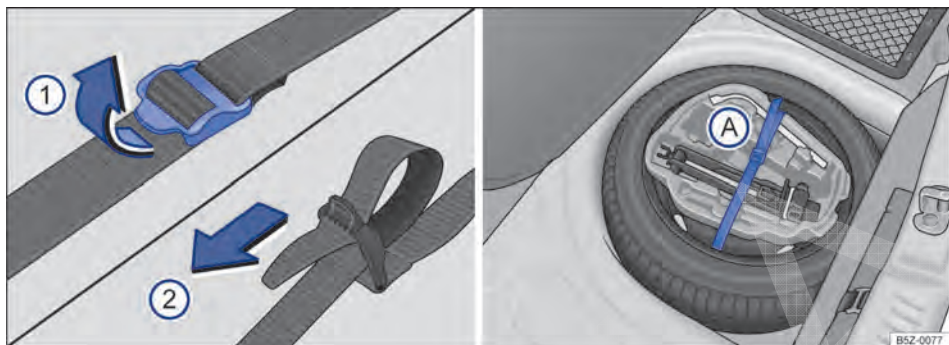

Fig. 160 No compartimento de bagagem: cinta de fixação da caixa de ferramentas e caixa de ferramentas de bordo.
- Para soltar a cinta de fixação ⇒ Fig. 160 (A), puxar a fivela no sentido da seta ①.